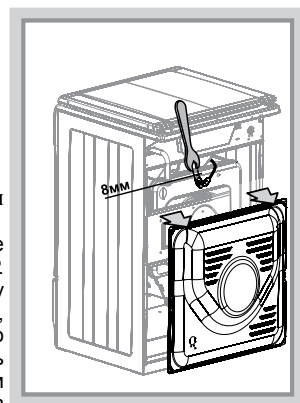

Рис.19
- при помощи ключа выкрутить и заменить сопло (рис.19)